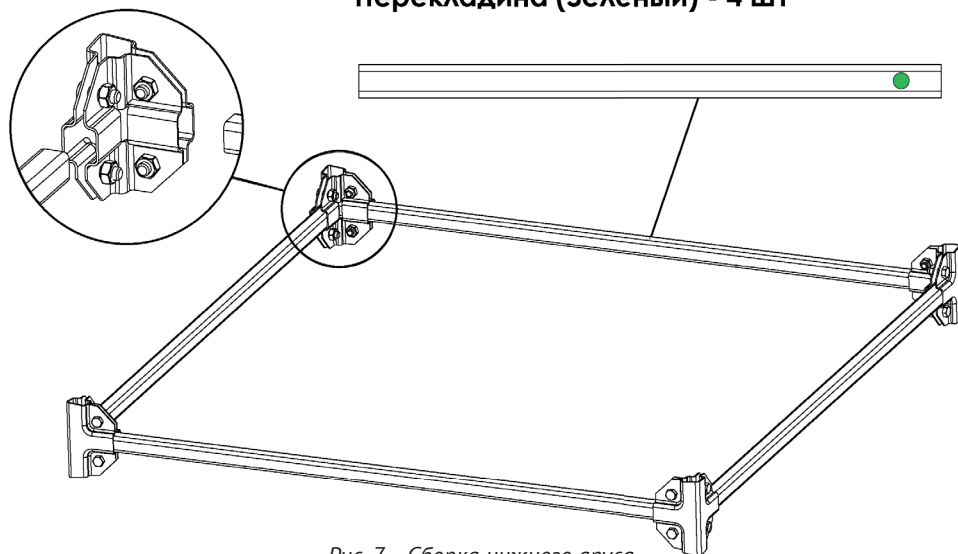

Рис. 7 – Сборка нижнего яруса
3. Провести сборку нижнего яруса. Для этого необходимо согласно схеме (Рис. 4) скрепить между собой перекладины и стойки с помощью ранее подготовленных скоб. (Рис. 7, 8). После сборки провести окончательную затяжку скоб.